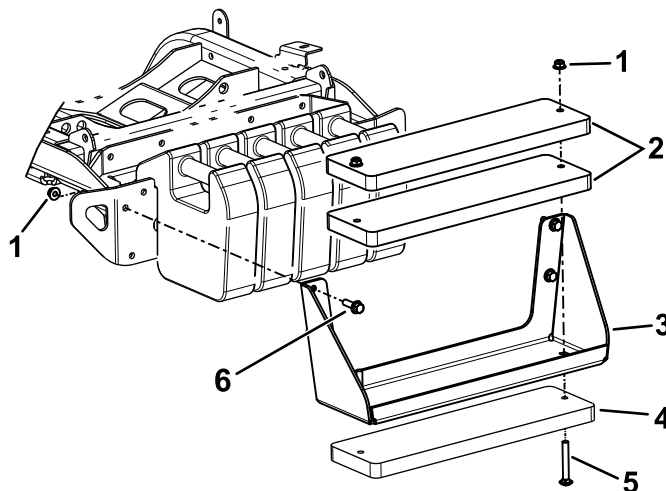

図 21
注 これらの手順については図 21を参照。
- A. ボルト $\frac{3}{8}$ " x 4"とナット $\frac{3}{8}$ "を使用してブラケットにウェイト3個を取り付ける 図 21。
- B. 六角ボルトとナットキット付属品を使ってウェイトブラケットをマシンに取り付ける 図 21。
- A. マシンからウェイトブラケットを外す 図 21。
- C. ボルト $\frac{3}{8}$ " x 4"とナット $\frac{3}{8}$ "を使用してブラケットにウェイト3個を取り付ける 図 21。
- D. 先ほど外した金具を使って、ウェイトブラケットをマシンに固定する 図 21。